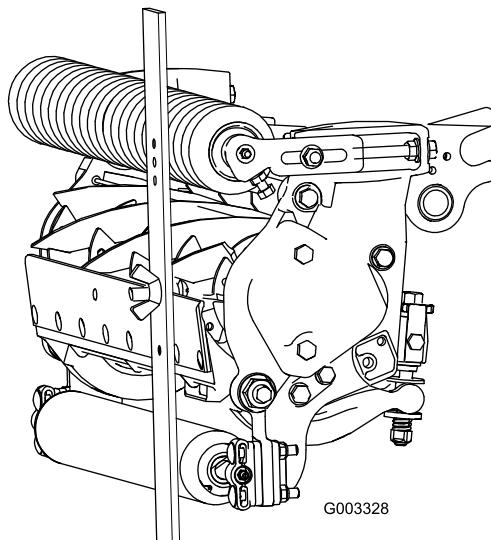

Figure 20
- Accrochez la tête de la vis sur le bord tranchant de la contre-lame et appuyez l'arrière du gabarit contre le rouleau arrière (Figure 20).
- Tournez la vis de réglage jusqu'à ce que le rouleau avant touche le gabarit (Figure 20). Réglez les deux extrémités du rouleau jusqu'à ce que celui-ci soit parfaitement parallèle à la contre-lame.